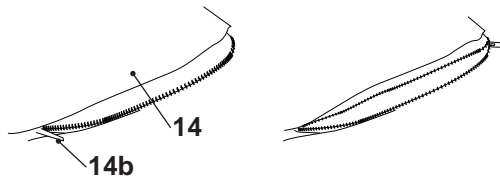

Fig. 9
1. Abra la cremallera (14b) y vacíe las virutas en una bolsa de basura adecuada (Fig. 9).